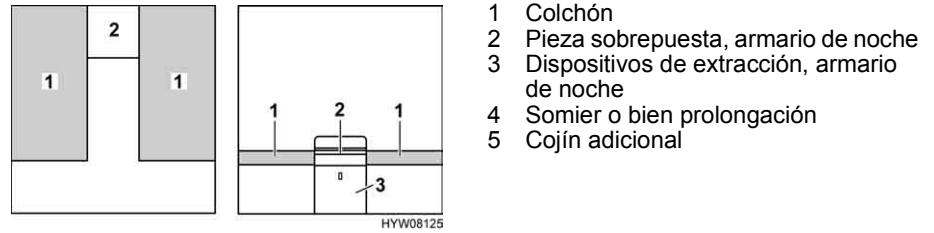

Fig. 113 Antes de la transformación
- Quitar la pieza sobrepuesta del armario de noche (Fig. 113,2) y depositarla a un lado.